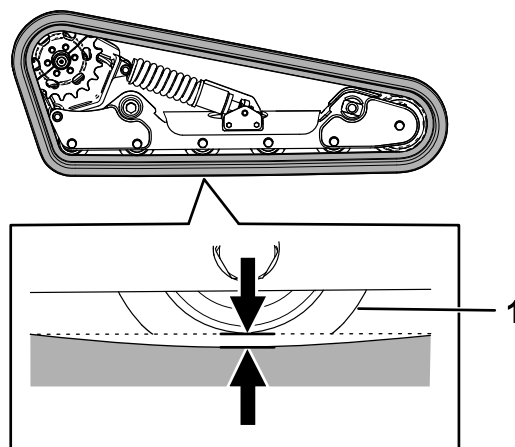

Figura 56
Sollevate/supportate 1 lato della macchina e, utilizzando il peso del cingolo, verificate che la distanza tra la parte inferiore del bordo della ruota non motrice e il cingolo sia pari a 13 mm, come illustrato nella Figura 56. In caso contrario, regolate la tensione dei cingoli eseguendo la procedura di seguito riportata.
5. Utilizzando un cricchetto di trasmissione da $\frac{1}{2}$ ", ruotate la vite di tensione fino a quando la flessione del cingolo non è pari a 13 mm, come illustrato nella Figura 56.
9. Verificate che la flessione del cingolo sia pari a 13 mm, come illustrato nella Figura 56. All'occorrenza regolate.
20. Utilizzando un cricchetto di trasmissione da 1/2", ruotate la vite di tensione in senso antiorario fino a quando la flessione del cingolo non è pari a 12,7 mm, come illustrato nella Figura 56.
25. Verificate che la flessione del cingolo sia pari a 12,7 mm, come illustrato nella Figura 56.